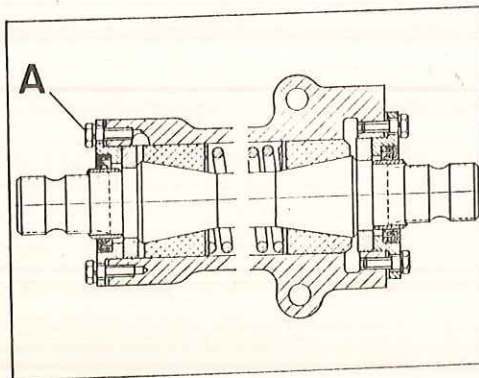

Fig. G-59 Sección longitudinal de la caja compensadora
- 3.16. Instalar la arandela-brida con su retén de aceite, solamente en el extremo inferior de la caja, fijándola con sus tornillos y arandelas, y se aplicará Loctite en la rosca del tornillo correspondiente al agujero de vaciado, A (Fig. G-59).